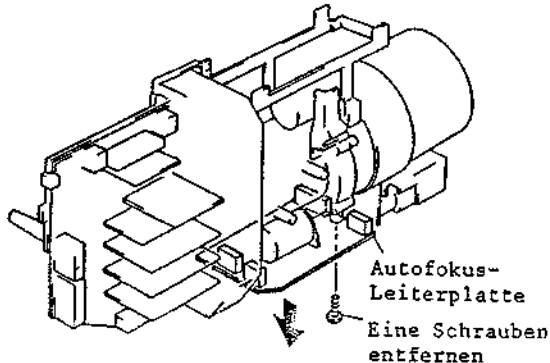

Abb. 2-98 Ausbau der Autofokus-Leiterplatte
3. Eine (1) Schraube entfernen und die Autofokus-Leiterplatte in Pfeilrichtung aufklappen (siehe Abb. 2-98).